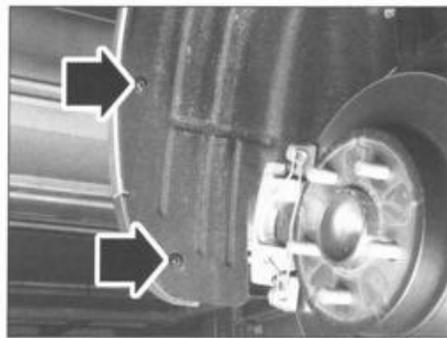

FIG. 86
- los dos tornillos del guardabarros (de los 2 lados) (fig. 86).